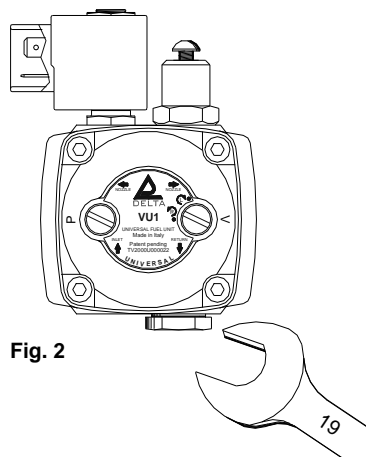

Fig. 2
- Monter en 1/4" prop i retur porten (Fig. 2).